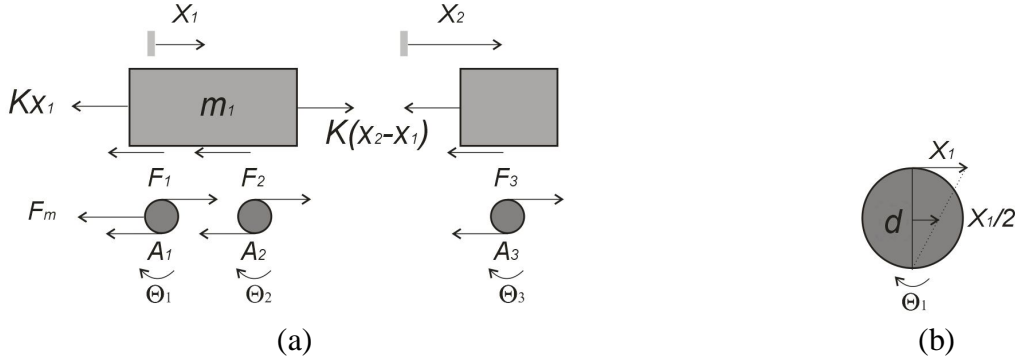

Figura Q1
**Questão 1 (4,0):** A Figura Q1(a) mostra os DCLs de todos os corpos componentes do sistema, desconsiderando as forças peso e as reações normais.
Como não há deslizamento do rolete com o solo e nem em relação à massa  $m_1$ , pode-se concluir que  $x_1 = d \square_1$ , conforme ilustra a Figura Q1(b). Da mesma forma, nota-se que o deslocamento do centro do rolete vale  $x_1/2$ . Portanto, a força de mola  $F_m$  que atua no centro do rolete 1 vale  $F_m = 4kx_1/2 = 2kx_1$ . Substituindo estes resultados na equação Q1.1, obtém-se: